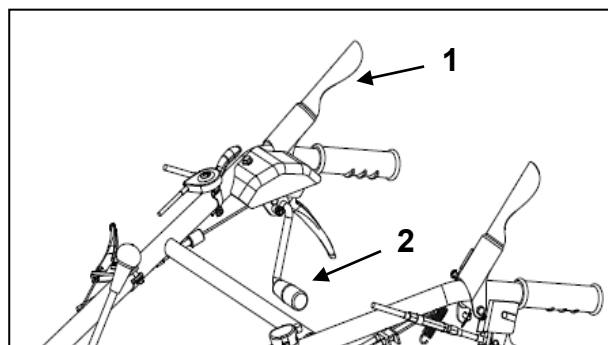

Figure 8
- Abaissez le levier d'embrayage de la lame (1, Figure 8) puis engagez doucement le levier de tension de la lame (2, Figure 8).